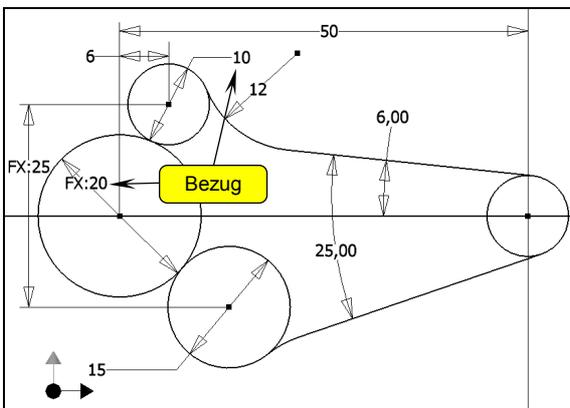

Abb. 3 Voll bestimmte Skizze
Benutzen Sie das Werkzeug **Allgemeine Bemaßung** (A), um alle parametrischen Bemaßungen entsprechend der Abb. 3 zu erstellen; dabei sollte das Dialogfenster **BEMASSUNG BEARBEITEN** automatisch eingeblendet werden. Durch Anklicken einer vorhandenen Bemaßung können Sie auch **Bezüge** herstellen bzw. Formeln eingeben (Beispiel: Maße 20 und 25).